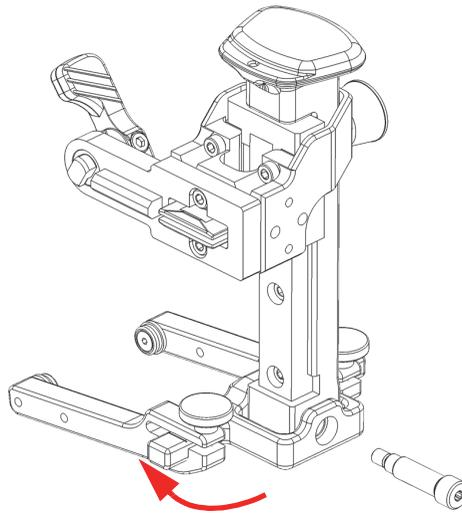

图 2-24 翻转枢的旋转梁
6. 将轭的旋转梁旋转180度，然后将弹簧加载臂的导轨重新滑入到轭的旋转梁中（参见第59页的图 2-24）。